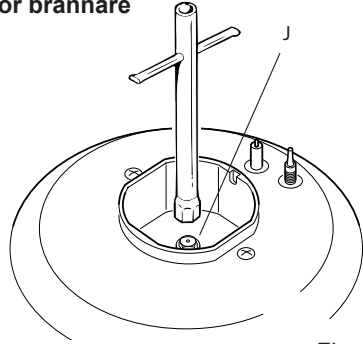

Fig. 5.2a
- Använd en skiftnyckel för att ersätta dysan "J" (figs. 5.2a, 5.2b, 5.2c, 5.2d) med dysor som passar till gastypen.